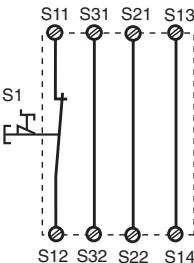
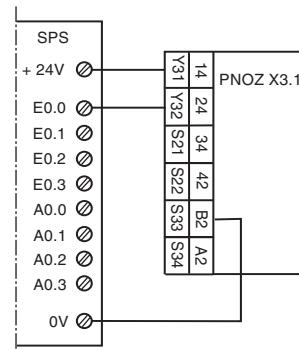

Fig. 2: Circuito de entrada monocanal, rearne automático/Circuito di ingresso monocanale, start automatico/Eenkanalig ingangscircuit, automat. start
Fig. 10: Ejemplo de conexión para salida de semiconductor/Esempio di collegamento per uscita a semiconduttore/Aansluitvoorbeeld van halfgeleideruitgang
En las Fig. 2 ... a Fig. 10 se presentan ejemplos de conexión para modo de conexión de parada de emergencia con rearne automático y manual, control de puerta protectora así como multiplicación de contactos mediante contactores externos.
- Fig. 2 y 7: **no hay** conexión S33-S34
In Fig. 2 ... Fig. 10 sono riportati degli esempi di collegamento per il cablaggio dell'arresto di emergenza con start automatico e controllato, per il controllo finecorsa di ripari mobili, nonché per l'aumento del numero dei contatti mediante relè esterni.
- Fig. 2 e 7: **nessun** collegamento S33-S34
In fig. 2 ... fig. 10 worden aansluitvoorbeelden gegeven van noodstoppschakeling met automatische en bewaakte start, hekbewaking en contactvermeerdering door middel van externe magneetschakelaars.
- Fig. 2 en 7: **geen** verbinding S33-S34